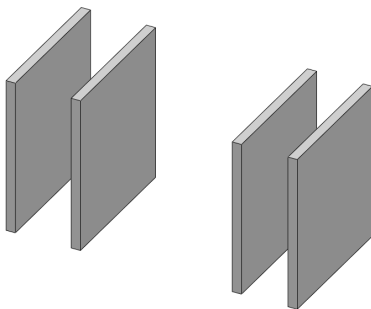

图 15-18 创建拉伸凸台特征
(4) 单击【确定】按钮, 创建拉伸凸台特征, 如图 15-18 所示。